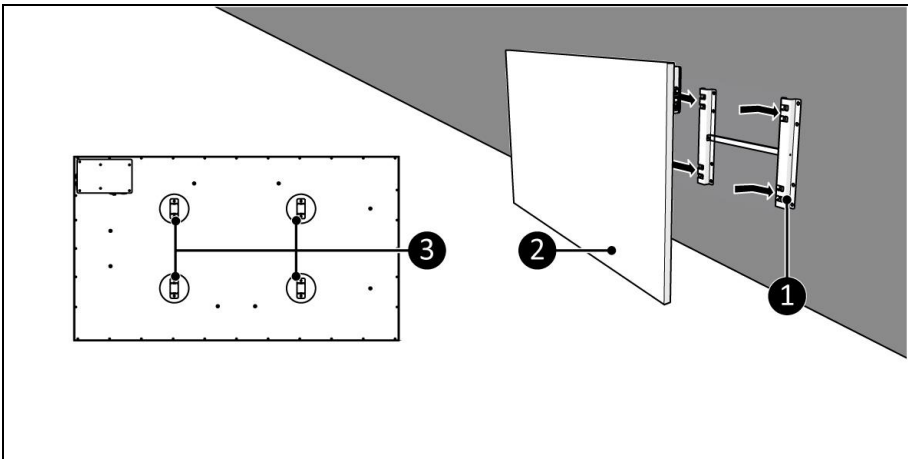

Abbildung 11
5. Platzieren Sie die Gerätehalterungen (Abbildung 11, Pos. 3) über die Wandhalterung (Abbildung 11, Pos. 1).
6. Lassen Sie das Gerät (Abbildung 11, Pos. 2) in die Öffnungen der Wandhalterung gleiten.